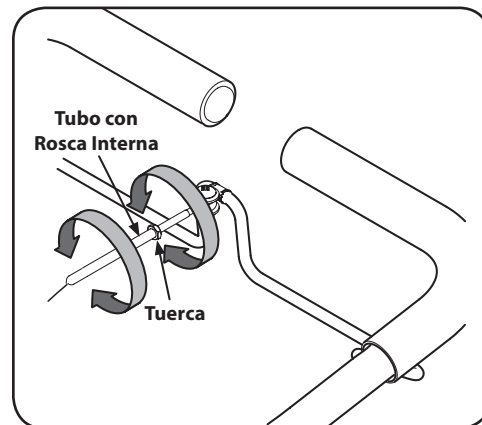

Figura 3-8
6. Cuidadosamente el embrague mediante el levantamiento de la fianza de control de embrague contra el larguero. Las ruedas deben girar. Si las ruedas no giran con el timón en adelante, ajuste de la ONU-threading el tubo en el extremo del cable de un par de vueltas en sentido antihorario, al estar de pie en la posición del operador. Vea Figura 3-8.